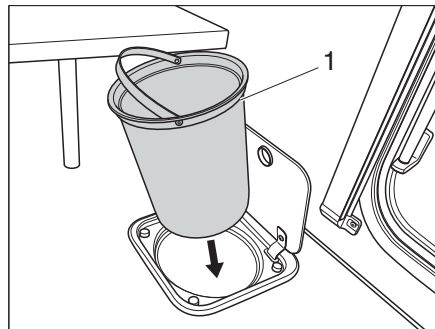

Fig. 161 Poubelle de la cuisine
- Retirer la poubelle (Fig. 161,1) par l'anse et la vider conformément aux prescriptions en vigueur.